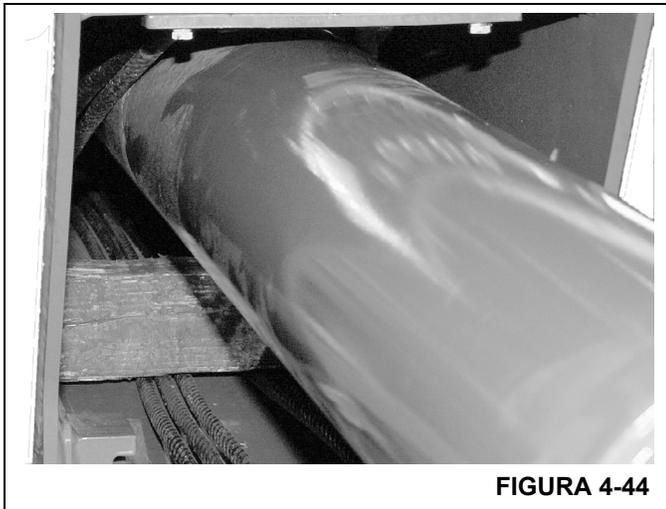

FIGURA 4-44
- 17. Coloque calços embaixo de parte traseira do cilindro telescópico para auxiliar na montagem (Figura 4-44).